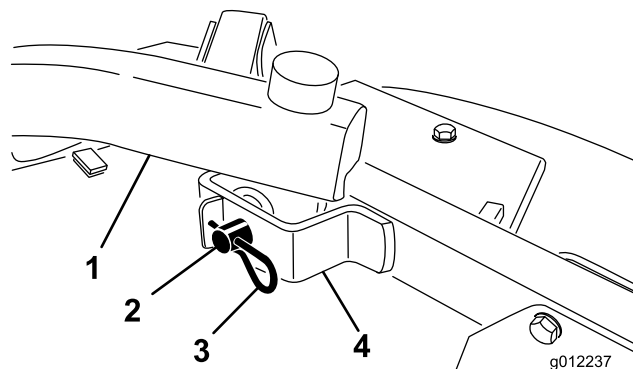

Figura 26
4. Rimuovete le coppiglie e i perni con testa che fissano i bracci di sollevamento alle staffe dei bracci delle ruote orientabili (Figura 26).